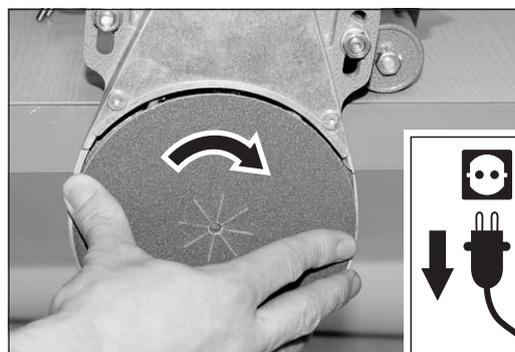

Abb. 27 Den Schleifteller mit der Hand drehen.
- 10 Drehen Sie den Schleifteller mit der Hand (Abb. 27). Schauen Sie gleichzeitig durch die Schlitze im Griffstück. Der Lüfterflügel des Motors muss sich mitdrehen (Abb. 28). Ist dies nicht der Fall, befindet sich der Keilriemen nicht in der Motorriemenscheibe und die Punkte 6 bis 10 müssen wiederholt werden!